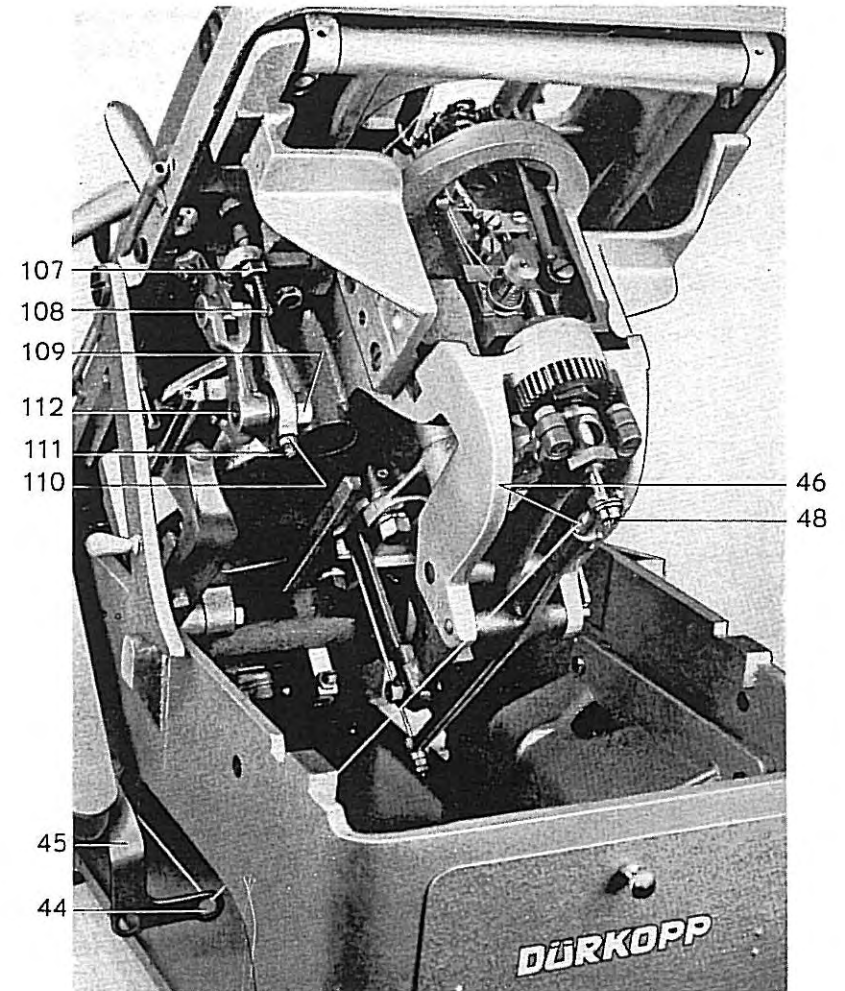

Abb. 15
3. weiter durch die Bohrung 41 im Führungswinkel 42, die Bohrung 43 (Abb. 14) im Sockel und die Bohrung 44 im Führungswinkel 45 (Abb. 15);